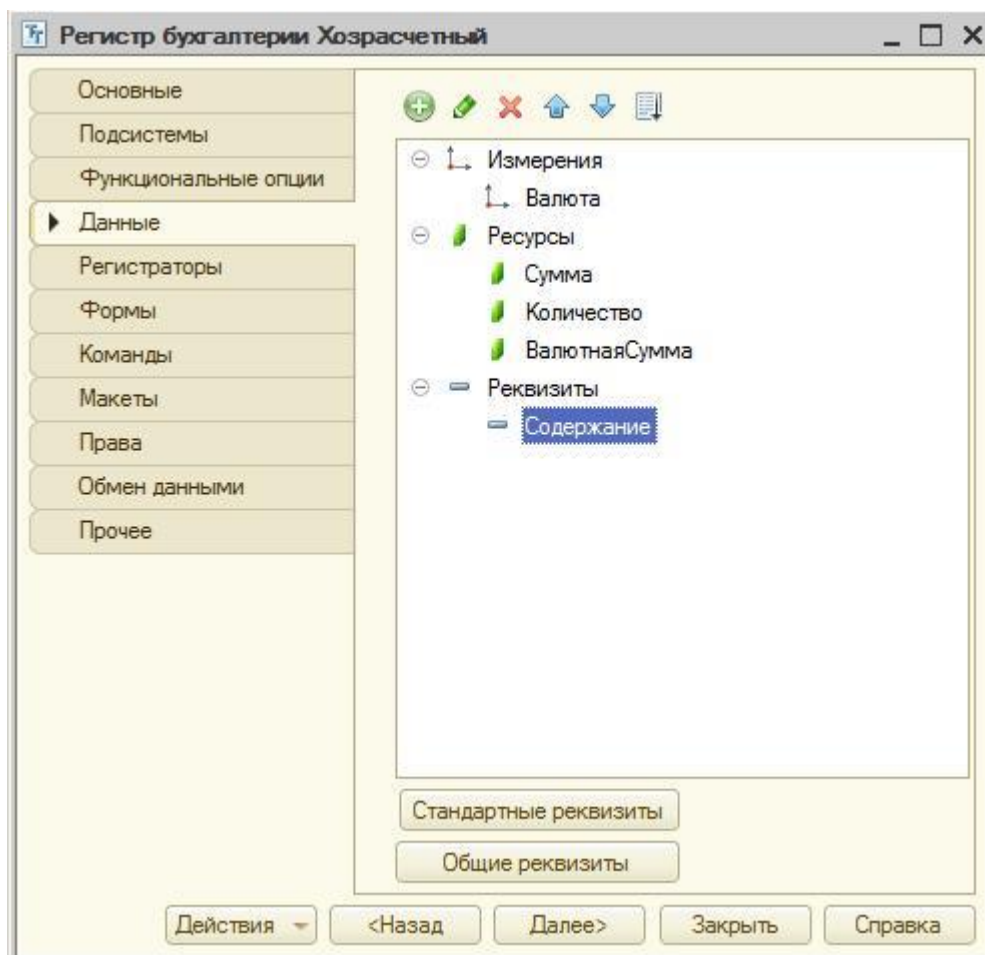

Рисунок 25.13. Состав измерений, ресурсов и реквизитов регистра бухгалтерии.
15. Создадим следующие ресурсы: (рисунок 25.13)